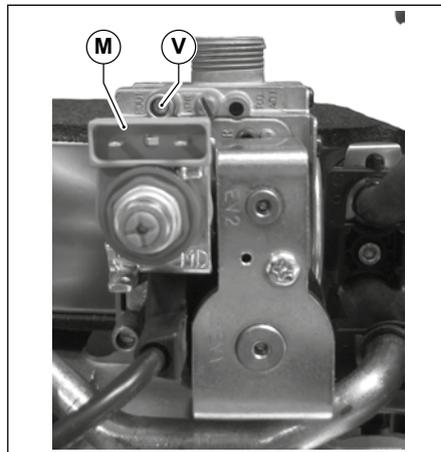

Fig. 48 Prise de pression
- Branchez un manomètre à la prise de pression **V** (voir Fig. 48 Prise de pression).